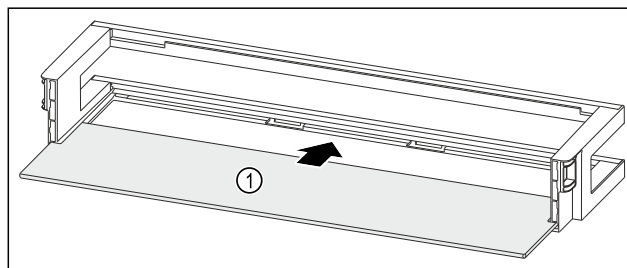

Fig. 164 Dørhylde med hylde
- Skub hylden Fig. 164 (1) ind i udsparringerne i siden.